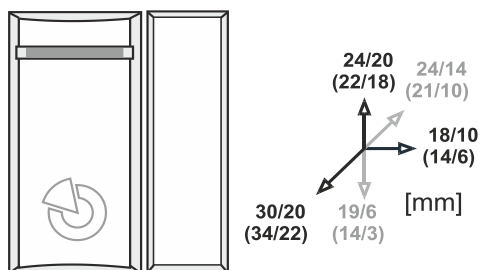

Figura 2: Distanze di attivazione/disattivazione di un rilevatore installato su una superficie non magnetica (magnetica)
1. **Aprire il coperchio del rilevatore** esercitando una pressione sul fermo (3).
3. Avvitare il magnete permanente alla parte mobile della porta (finestra). La distanza tra la parte elettronica e il magnete deve essere la più breve possibile. Le distanze di attivazione/disattivazione tra il magnete e il rilevatore sono illustrate nella Figura 2 qui di seguito. Per gli altri tipi di magnete o polarità opposta, i valori possono variare.